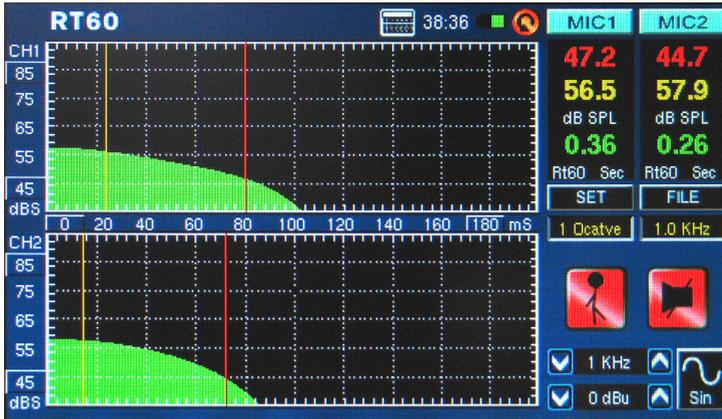

figura 42
9. Seleccione SET y cambie el modo del filtro a 1 octava. Luego seleccione una de las frecuencias de campo de la frecuencia del filtro. Haciendo esto permitirá que los usuarios recuperen el cálculo RT60 para la frecuencia seleccionada solamente (figura 42).